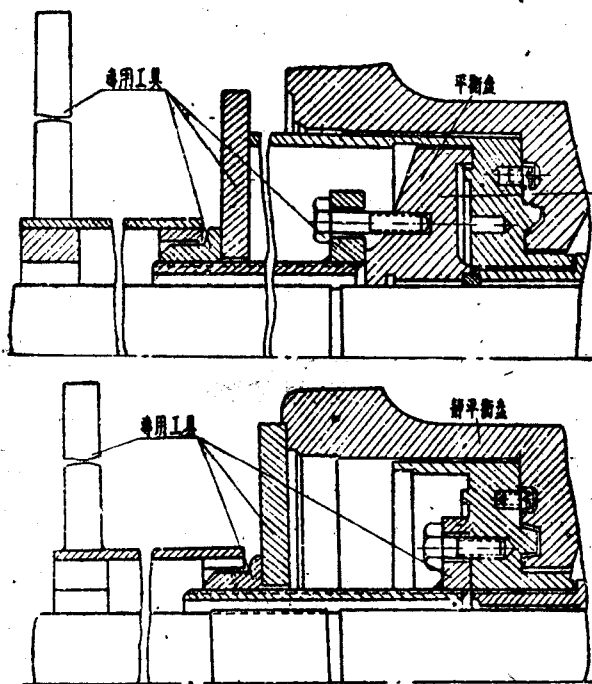

图5
11. 用如图 5 的专用工具拆下动平衡盘29;
12. 用如图 5 的专用工具拆下靜平衡盘28;